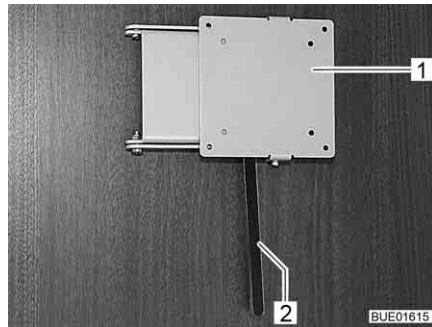

Bild 90 Halterung mit Entriegelungshebel
- Den Entriegelungshebel (Bild 90,2) zur Seite drücken und die Halterung (Bild 90,1) mit dem Flachbildschirm in die gewünschte Position drehen.
- Flachbildschirm zurückdrehen, bis die Halterung (Bild 90,1) in die Verriegelung einrastet.